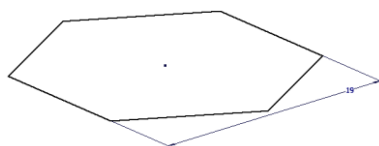

Рис. 3.18. Принятый эскиз
4. Нажмите кнопку «Принять эскиз»  (рис. 3.18).